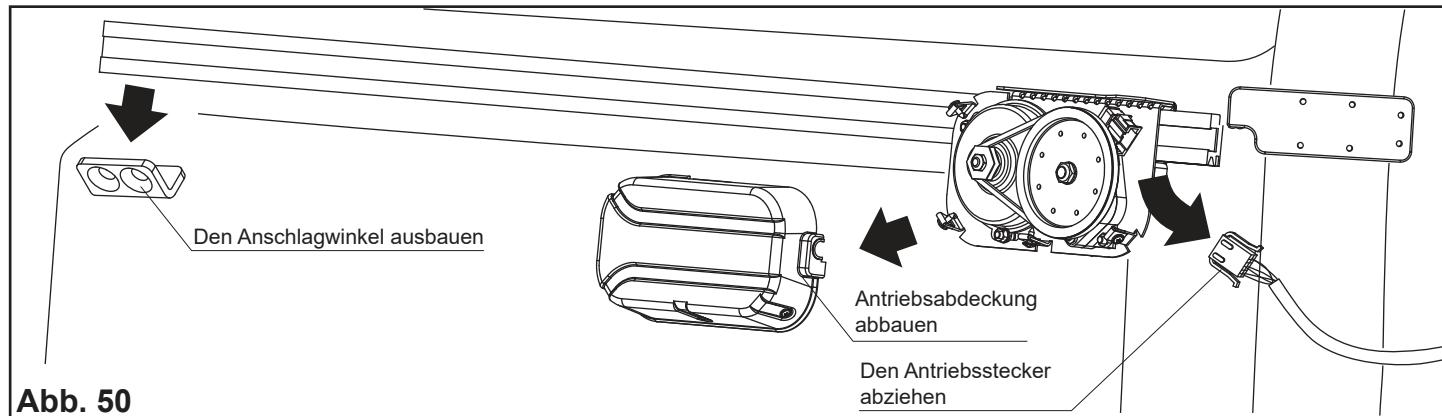

Abb. 50
1. Den Anschlagwinkel ausbauen (Abb. 50).
2. Antriebsabdeckung abbauen (Abb. 50).
3. Den Antriebsstecker abziehen (Abb. 50).